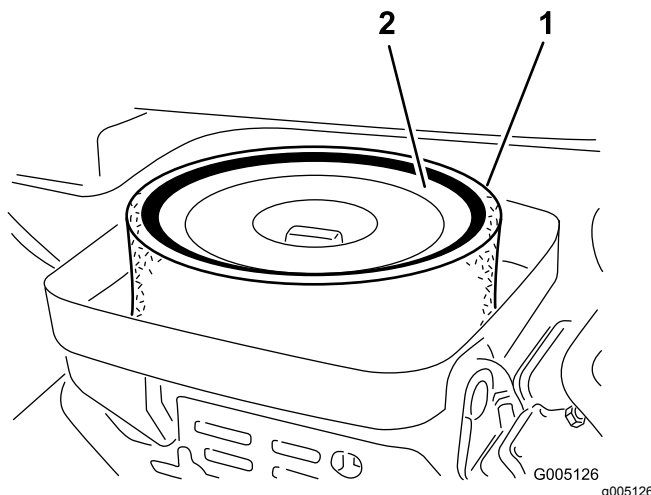

Figura 35
3. Retire a porca que fixa os elementos de filtragem ao corpo do filtro de ar (Figura 35).
4. Se o elemento de esponja se encontrar sujo, deverá retirá-lo do elemento de papel (Figura 35). Limpe-o cuidadosamente, da seguinte forma: